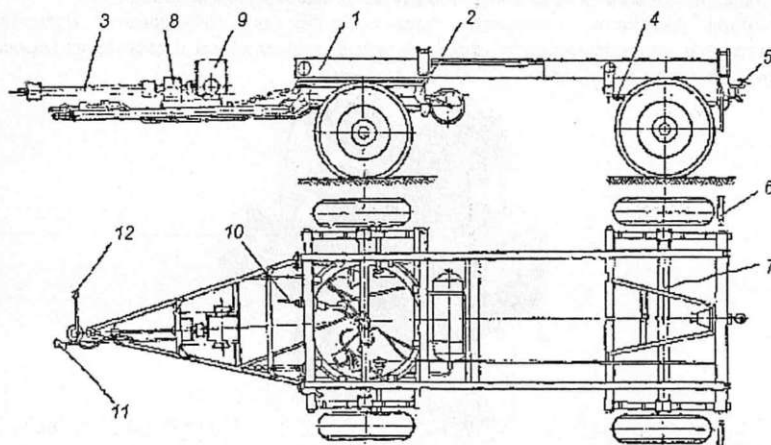

Рис.2. Шасси:
4.1. Шасси (рис.2). Шасси предназначено для установки на нем цистерны. В шасси входят: рама 1, тележка поворотная 2, скоба для вытаскивания 5, подвеска задняя 4, ось задняя с колесами 7, пневмосистема 11, стояночная тормозная система 10, система электрооборудования 12, брызговики 6.